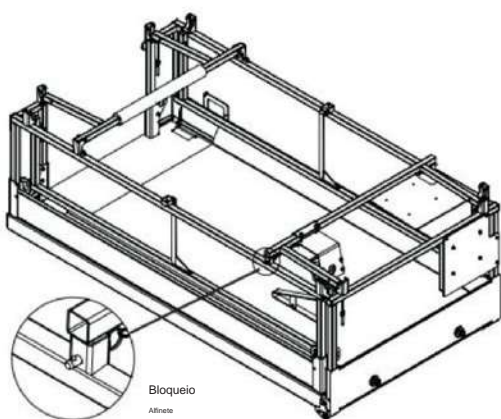

Figura 3-13c. Todos os guarda-corpos dobrados
Trave o guarda-corpo de extensão no lugar no poste de montagem. Certifique-se de que a esfera de retenção do pino esteja completamente inserida. (Consulte a Figura 3-13c)
6. Remova o pino de travamento do poste de montagem e levante cuidadosamente o guarda-corpo de extensão e trave no lugar com os pinos de travamento, garantindo que a esfera de retenção de cada pino esteja totalmente inserida. (Consulte a Figura 3-13c)